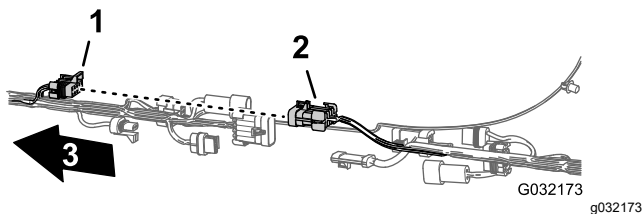
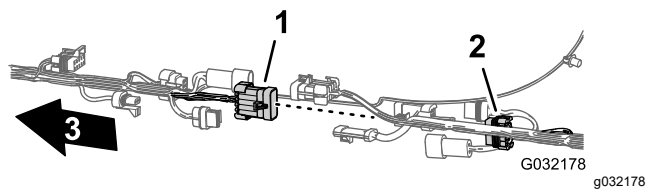

Figure 8
Figure 13
2. Débranchez les 6 paires de connecteurs entre les faisceaux avant et arrière, comme montré de la Figure 8 à la Figure 13.